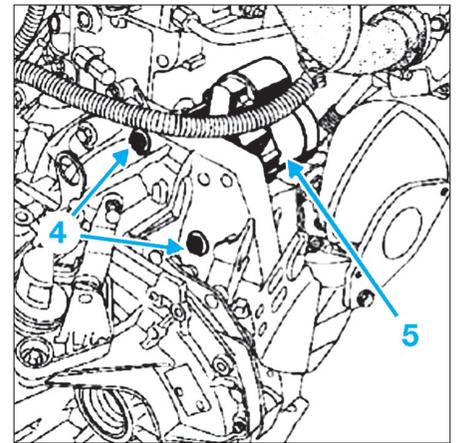

FIG. 7
- la bécille de fixation (2) du catalyseur sur la boîte de vitesses.
- le catalyseur (3).
- Déposer les fixations (4) du démarreur (5), puis celui-ci (Fig.7).